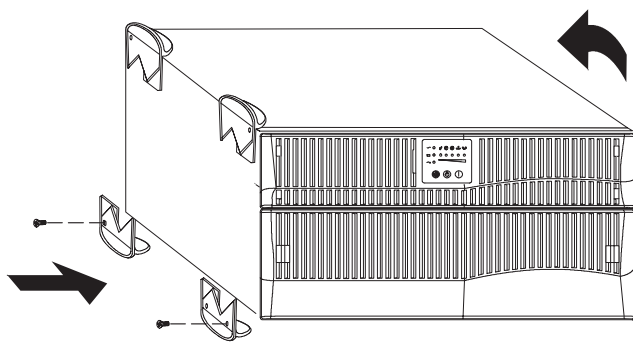

Рисунок 5. Установка подставок на ИБП
2. Положите ИБП горизонтально таким образом, чтобы оставался доступ к левой части устройства (см. рис. 5).
3. Расположите подставки ИБП напротив отверстий как показано на рис. 5. Закрепите подставки винтами, поставляемыми в комплекте.